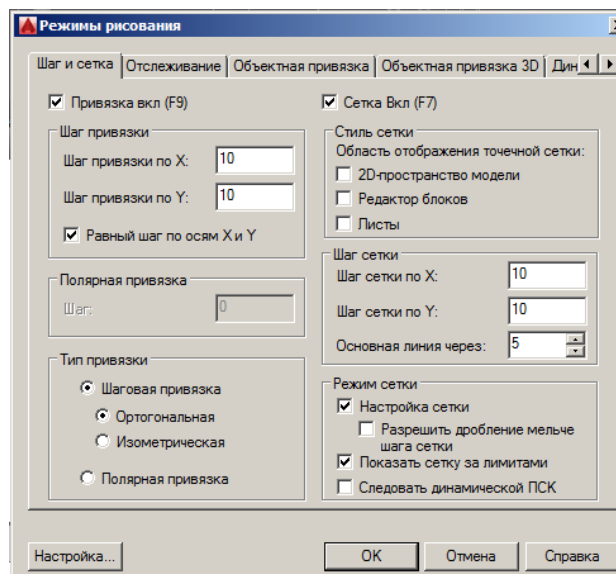

Рис. 4
- на вкладке «Шаг и Сетка» (рис. 4) диалогового окна «Режимы рисования» выбрать «Сетка вкл.»
- на вкладке «Шаг и сетка» (Рис. 4) диалогового окна «Режимы рисования» выбрать «Шаг вкл.»